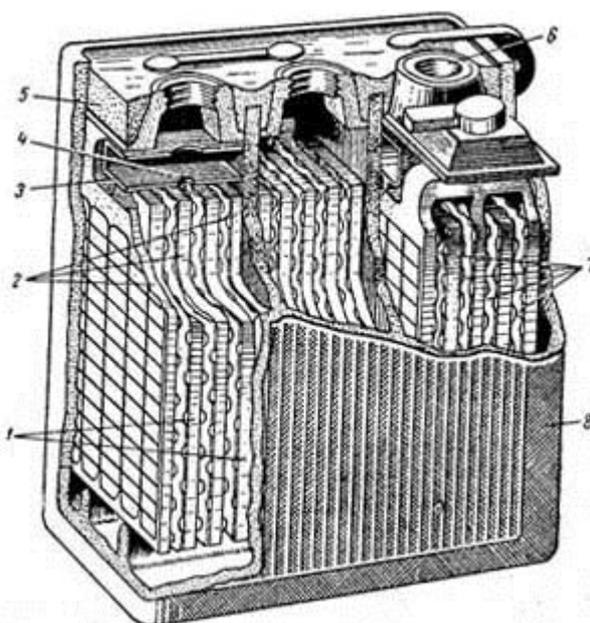

Рис. 8. Аккумуляторная батарея:
**Аккумуляторная батарея. Устройство.** На мотоциклах Ява-250 и Ява-350 устанавливается кислотная аккумуляторная батарея ЗМ14 (6 в, 14а-ч). Корпусом аккумуляторной батареи является пластмассовый сосуд 8 (рис. 8) с перегородками.
Приготовленный раствор следует осторожно залить в каждый элемент до уровня нижней стенки вкладыша 3 (рис. 8), установленного в полости каждого элемента над пластинами. Вкладыш представляет собой короткую трубку прямоугольного сечения. В верхней и нижней стенках вкладыша сделаны круглые контрольные отверстия. Электролит в каждом элементе должен быть налит до уровня нижнего контрольного отверстия 4, но не превышать его. Затем батарею нужно дать постоять 3-4 ч, чтобы электролит мог впитаться в пористую активную массу пластин, после чего следует проверить его уровень и при необходимости долить до нормы и поставить на зарядку. Вновь залитую батарею не следует оставлять стоять до зарядки более пяти часов, так как с течением времени в незаряженной батарее возникают необратимые, вредные для нее химические процессы.